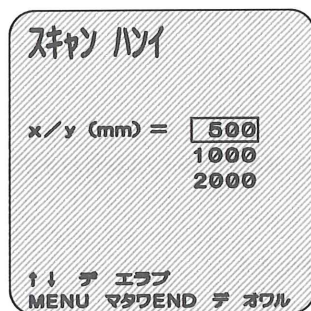

図20
7. 6. 4. 測定範囲の設定は、図16を表示させたあと、□ スキャン ハンイにカーソルを合わせSTARTキーを押してください。図20が表示されます。 * Model Scanlogのみ